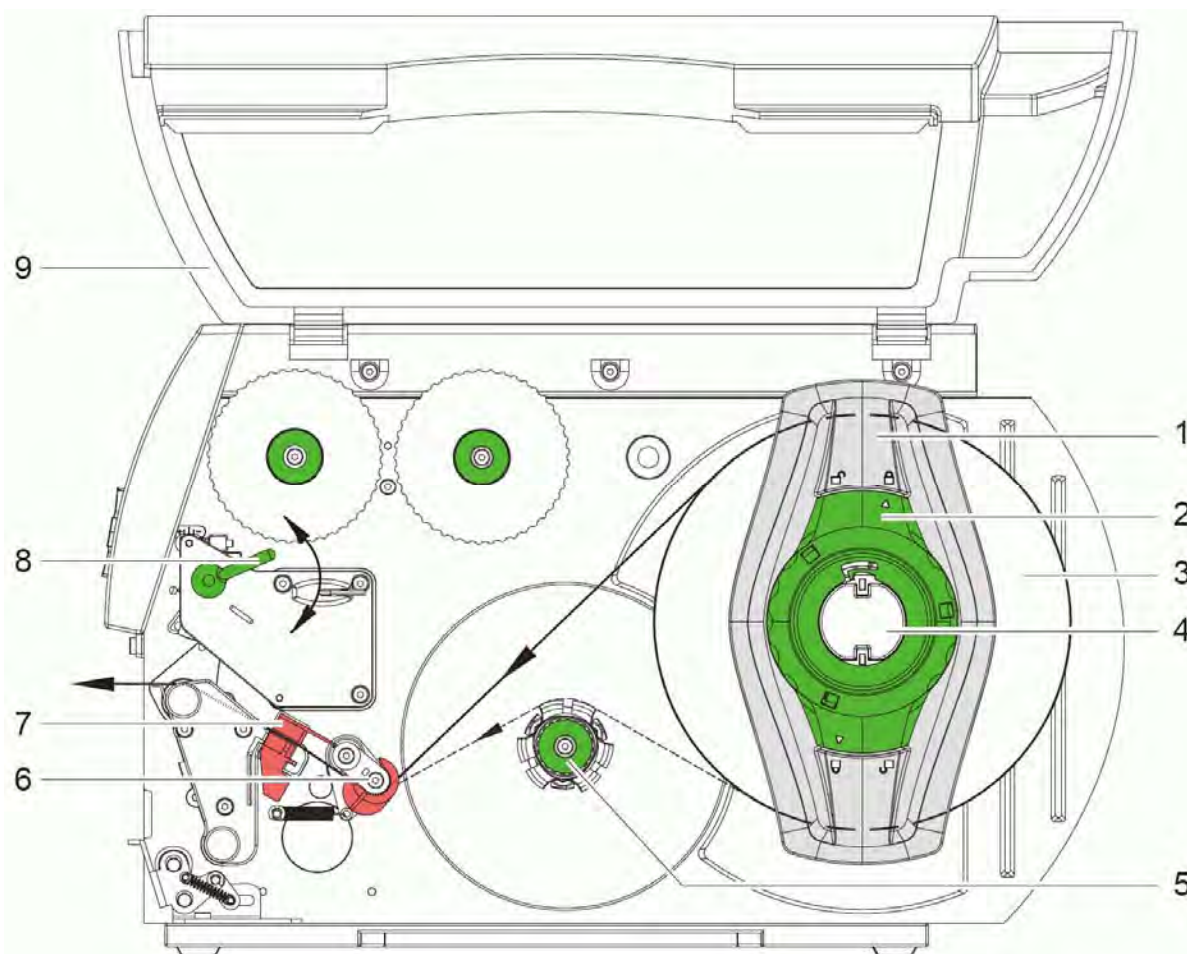

图7. 标签纸卷安装路径
- ▶ 顺时针转动印字头固定旋钮 (图7的 第8装置) 以便固定印字头